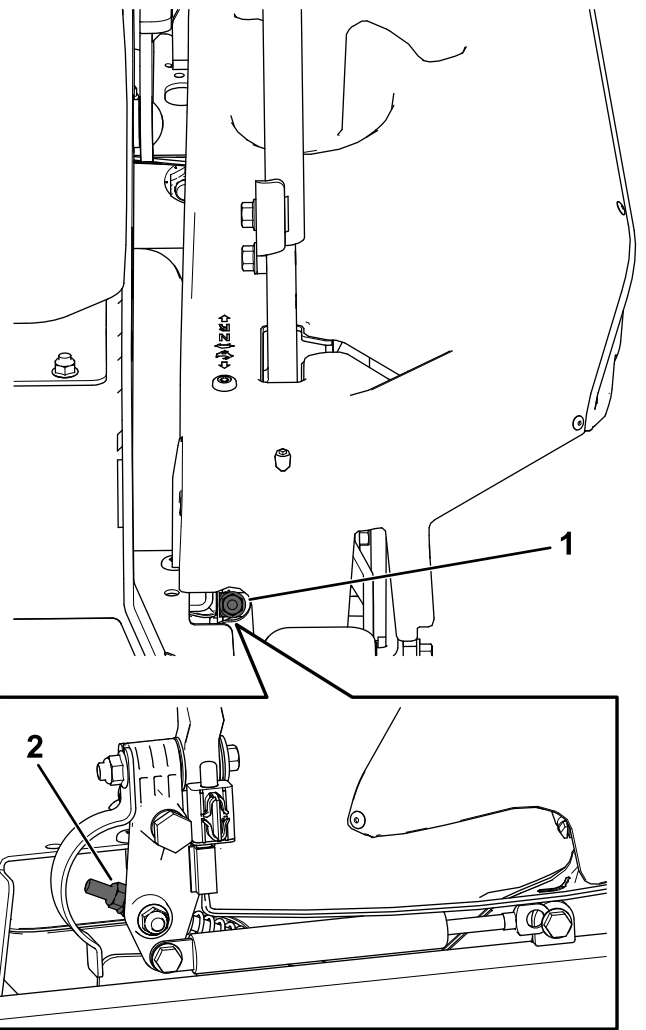

Figure 89
10. Réglez la longueur des tiges de pompes en tournant l'écrou dans le sens voulu jusqu'à ce que les roues tournent légèrement en marche arrière (Figure 89).